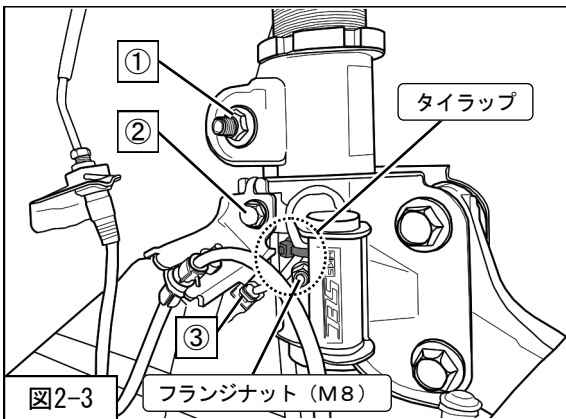

図2-3
を使用し、SECを取付けてください。(図2-3)
をSECに取付けてください。(図2-3)
に固定してください。(図2-3)
※SECを取付けない場合は、取外した③エレクトリックダンパーコネクタに防水を施し、ABSセンサハーネスにタイラップ等で固定してください。(図2-3)
8. ②ブレーキホースブラケット取付ボルト(締付トルク: 33N・m)
を取付けてください。(図2-3)